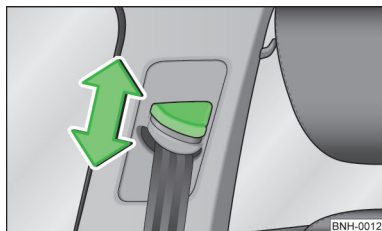

Fig. 130
- Presionar el herraje de inversión y desplazar en el sentido deseado, hacia arriba o hacia abajo » fig. 130.